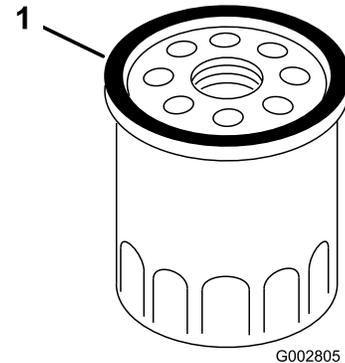

Figure 22
4. Avec les doigts, appliquez de l'huile sur le joint du filtre neuf (Figure 22).